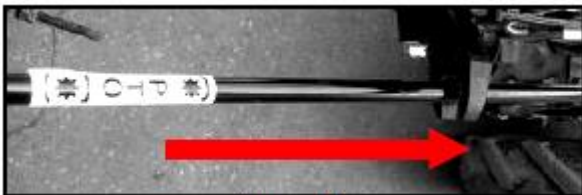

FIGURE 10
- ③ Relâchez la poignée d'embrayage pour qu'elle soit libre
- ④ Demarrez le moteur
- ⑤ Appuyez sur la tige de commande de sortie du moteur de PDF (voir figure 10)